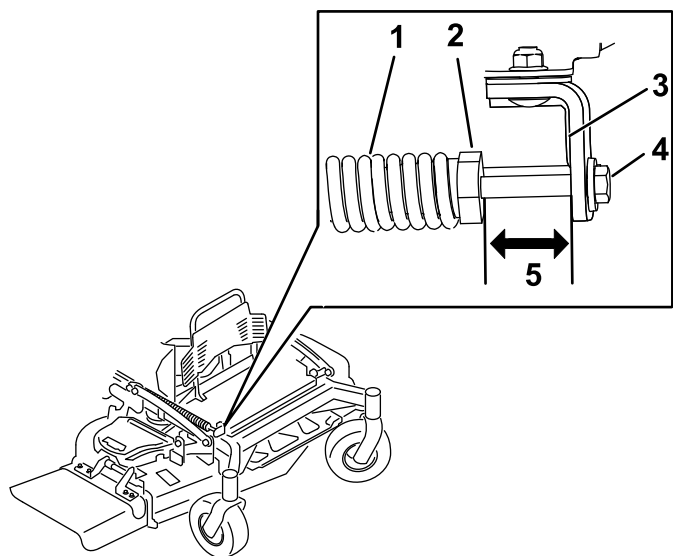

Figura 92
2. Controllate la distanza tra il dado della molla e il lato posteriore della staffa di montaggio saldata (Figura 92).
3. Assicuratevi che la lunghezza sia compresa tra 47 e 50 mm come mostrato nella Figura 92.
4. Se necessario, regolate la distanza regolando il bullone sulla parte anteriore della staffa di montaggio (Figura 92).